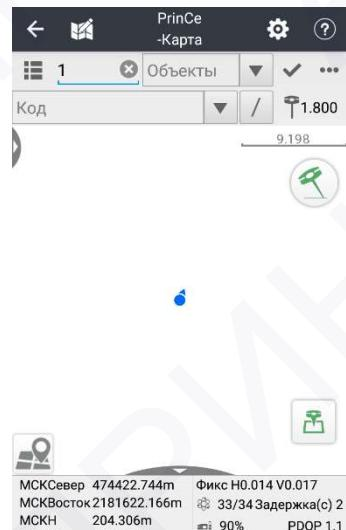

Рис. 2.13
4. Перейдите в меню **[Работа] → [Карта]** или **[Работа] → [Съёмка]** (см. рис. 2.13), дождитесь получения фиксированного решения и нажмите кнопку  , для запуска инерциальной системы. Следуя подсказкам на экране, выполните инициализацию инерциальной системы.